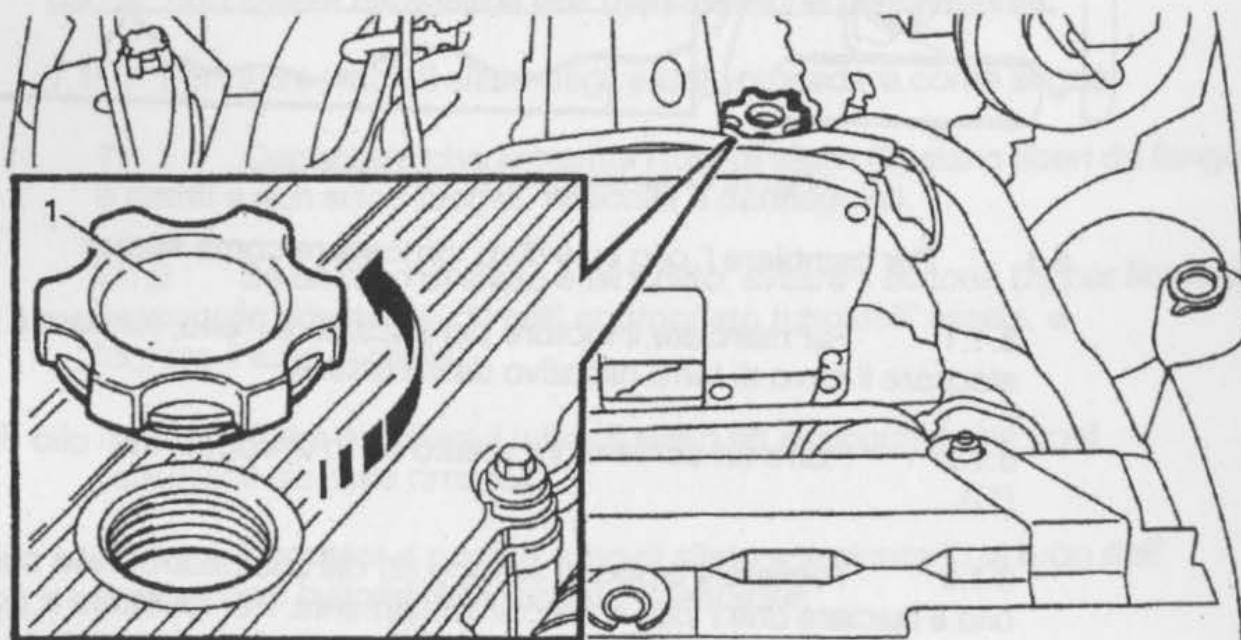

Fig. 72 Tappo dell' olio del motore
8.1.6 Togliere il tappo dell' olio (Fig 72 (1)) situato sopra il coperchio dei bilancieri.